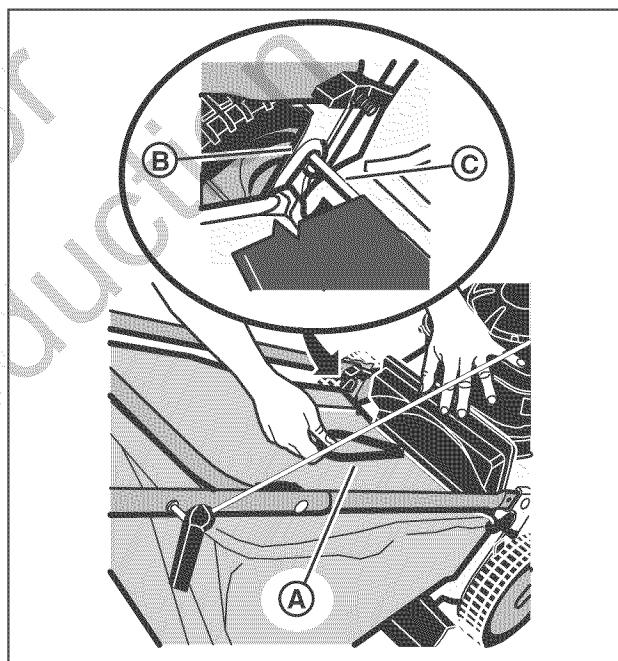

Figure 9: Monter le sac à herbe
2. En tenant le sac à herbe par la poignée (A, Figure 9), monter les crochets (B) de l'une des extrémités du cadre du sac à herbe sur la tige du pivot de la porte (C). Baisser le sac à herbe contre l'arrière de la tondeuse. Baisser la porte arrière.